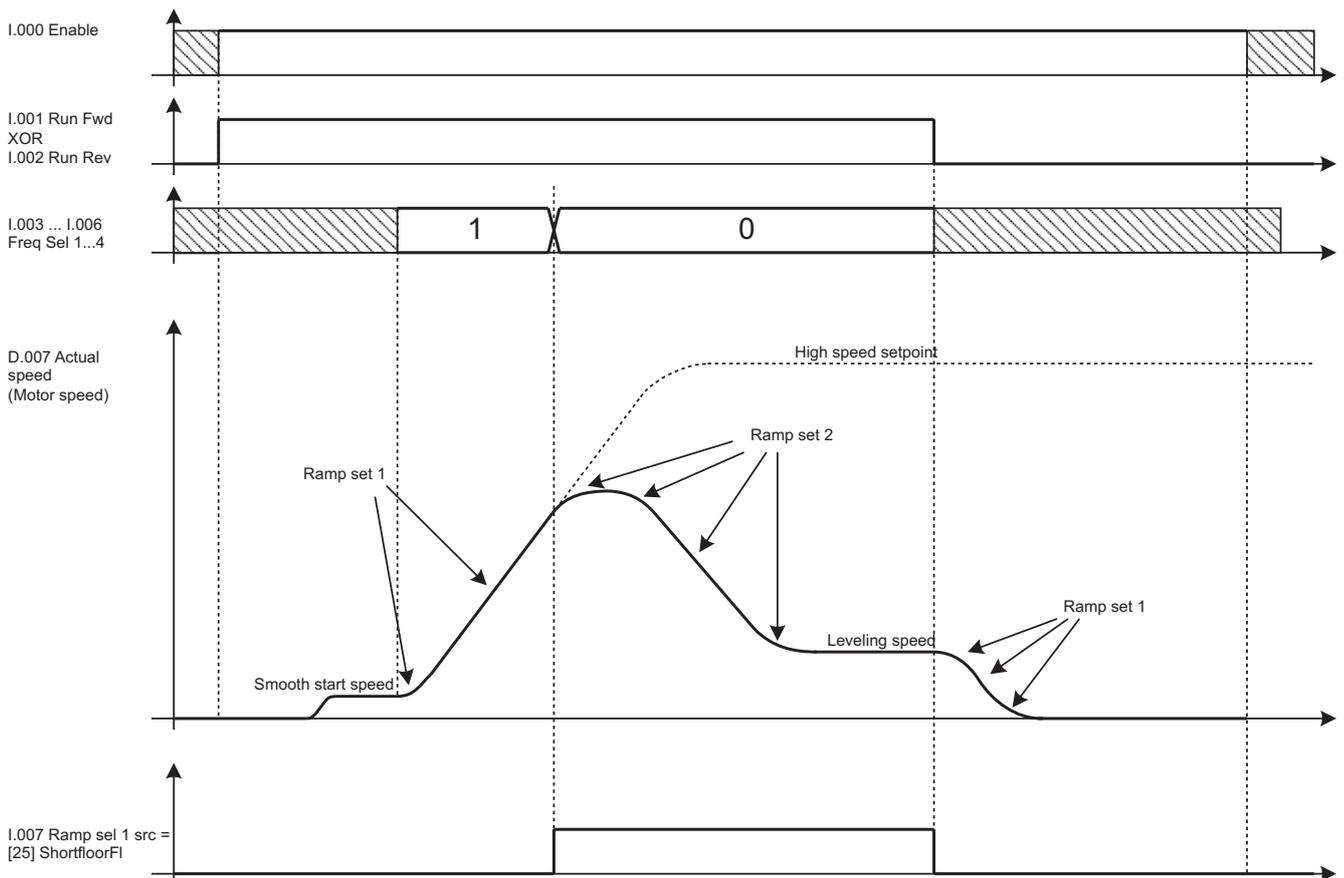

Fig. 7.5 – Séquence Etage court
**Ramp Sel 1 ... 2 src** Le code binaire défini par la condition de ces signaux, sélectionne le jeu de paramètres pour le profil de rampe (jerk, accélération et décélération). Par défaut, le premier sélecteur de rampe est commandé par **ShortFloorFI** (voir chapitre 7.3), alors que le deuxième sélecteur de rampe est fixé sur FALSE. Par conséquent, le premier ensemble de rampes est généralement activé et le variateur passe automatiquement au deuxième ensemble de rampes lorsqu'un étage court est localisé (voir figure 7.5).
Régler les paramètres Acc, Déc et Jerk du second ensemble de rampes, pour obtenir le temps exact d'élévation pour l'étage court. La figure 7.5 montre une séquence type d'étage court.